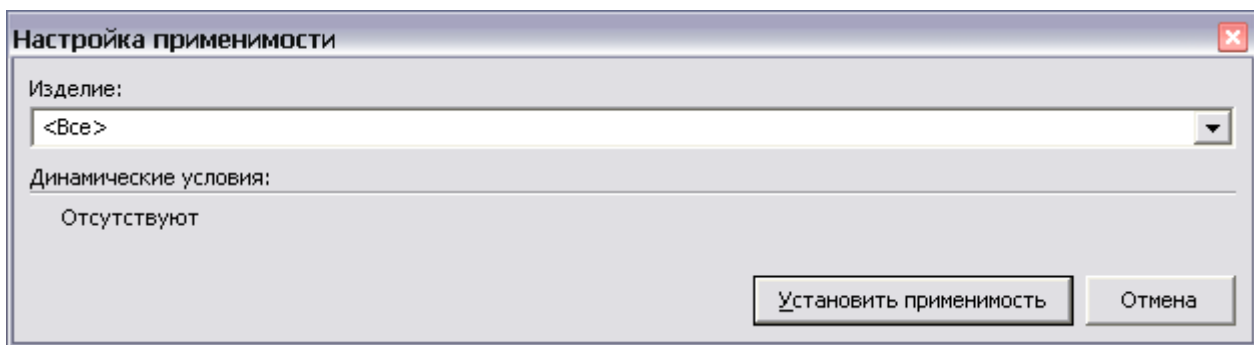

Рис. 8.13
- **По применимости.** По умолчанию выбрана применимость «Все». Применимость «Все» означает, что отчет создается для версий модулей данных, действительных для всех изделий и при всех условиях эксплуатации. Для выбора другой применимости нажмите на кнопку . После этого появится окно **Настройка применимости** (Рис. 8.13).